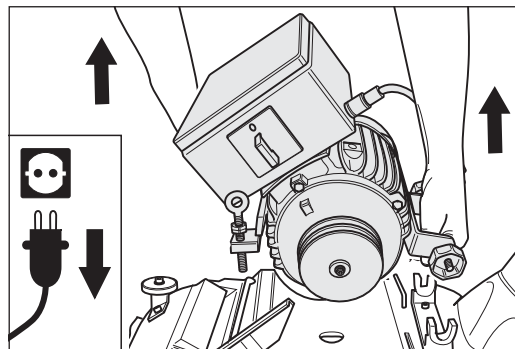

Abb. 55 Den Motor vom Maschinengehäuse abnehmen.
- 9 Nehmen Sie den Motor vom Maschinengehäuse ab (Abb. 55) und sichern Sie ihn beim Transport gegen Verrutschen und Beschädigungen!